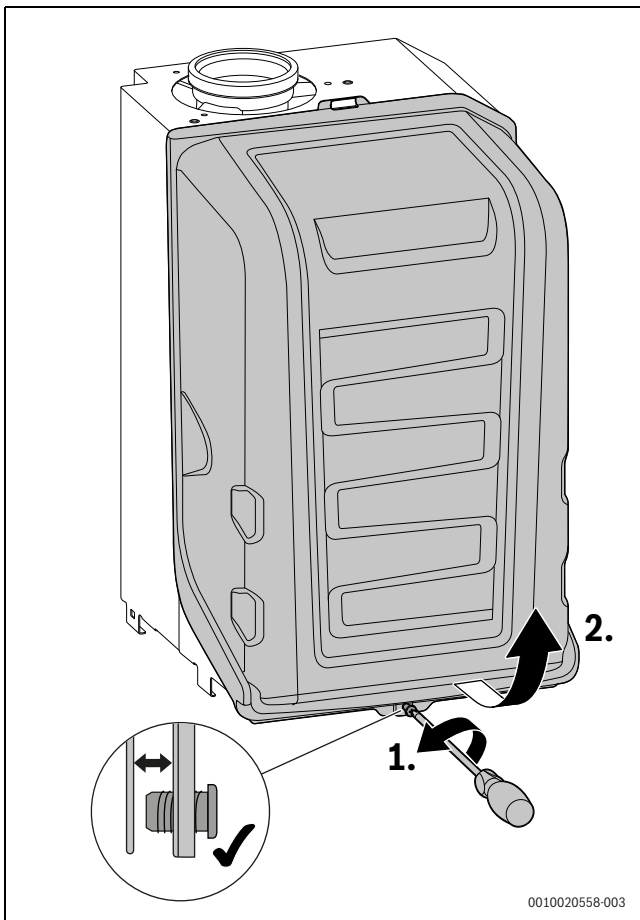

Bild 118 Brennerhaube abnehmen
- Brennerhaube abnehmen (→ Bild 118, Seite 66).